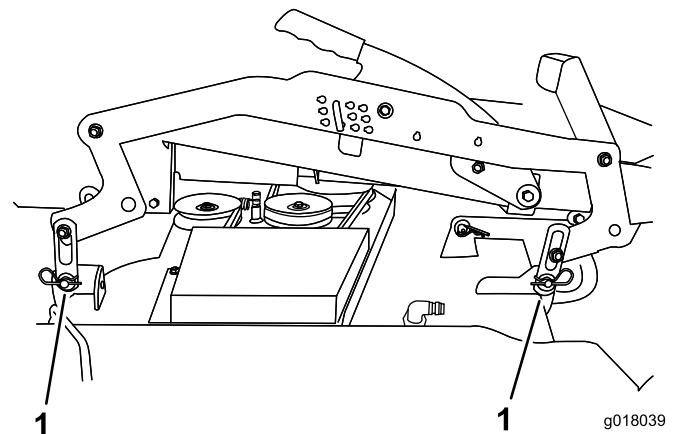

Bild 1
2. Entfernen Sie die vier Splints und Scheiben von den Hublenkern des Mähwerkhängeprofiles und nehmen Sie die Lenker vom Mähwerk ab (Bild 1).